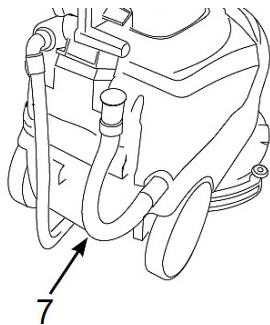

Abb. 35: Abflussschlauch lösen
- Schritt 3: Den Schlauch vom Befestigungsclip lösen. Den Schmutzwassertank über den Schlauch (Pos. 7, Abb. 35) entleeren und anschließend den Tank mit sauberem Wasser ausspülen.